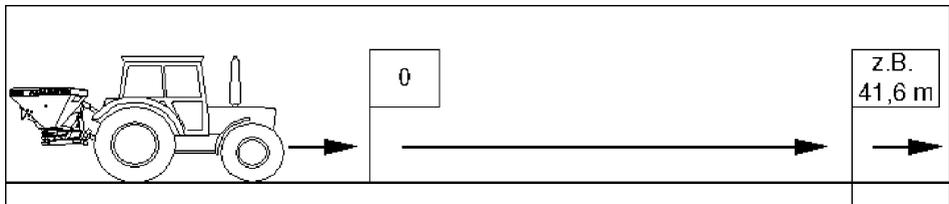

Fig. 34
- Messstrecke auf dem Feld exakt abmessen. Anfangs- und Endpunkt markieren (Fig. 34).